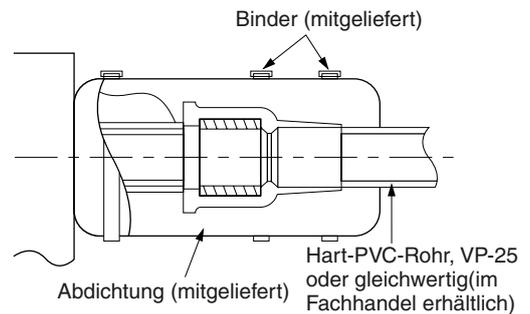

Abb. 3-195
- (1) Die Größe der Ablaufrohrverbindung ist R1 (25A). Ein Standard-Hart-PVC-Rohr VP25 (Außendurchmesser 32 mm) als Ablauf vorbereiten und den mitgelieferten Schlauchbinder verwenden, um Undichtigkeiten zu vermeiden. Das PVC-Rohr muss separat gekauft werden.
- (2) Nachdem das Ablaufrohr gut befestigt wurde, das mitgelieferte Abdichtmaterial und die Isolierung um das Rohr wickeln, dann mit den mitgelieferten Vinyl-Halteklammern sichern. (Abb. 3-195)